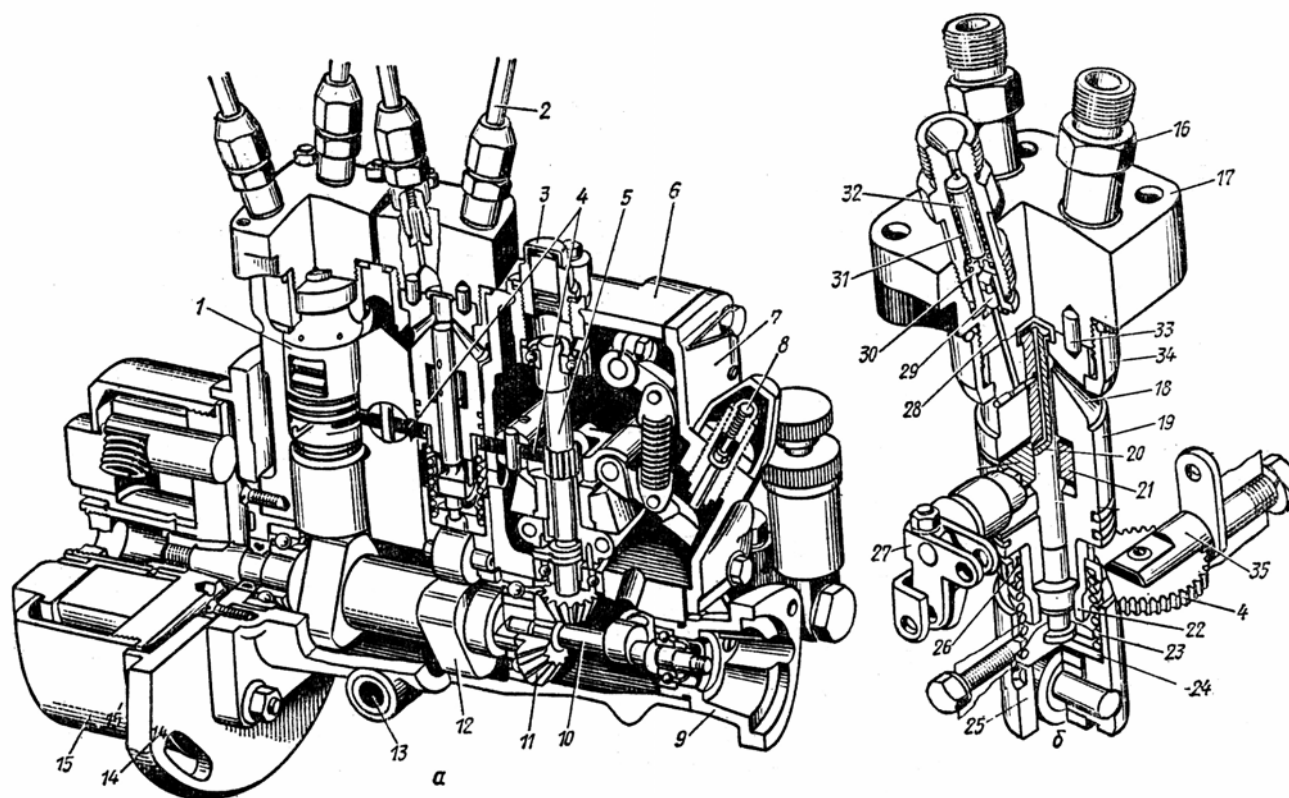

Рис. 4.12. Насос НД-22/6:
8. С помощью плаката изучите устройство и работу топливного насоса. На двигателе установлен насос НД-22-6 распределительного типа. Насос имеет две секции, каждая из которых обеспечивает работу трех цилиндров. В состав секции входит плунжерная пара - плунжер 20 (рис. 4.12) и гильза 19. На плунжер надевается регулировочная муфта-дозатор 21. На гильзе 19 в верхней ее части имеются два впускных 18 и три выпускных отверстия, совмещенных с нагнетательными каналами 28. На гильзу сверху устанавливают головку 17, которую центрируют штифтом 33 и притягивают стяжной гайкой 34. В головке сделаны три сверления к гнездам, в которые вворачивают нажимные штуцера 16 с нагнетательными клапанами 30. К штуцерам крепятся топливопроводы.
1 - 37 обозначения указаны на рис. 4.12; 3 - ведомая шестерня привода регулятора; 19 - демпферная пружина; 40 - крестовина; 41 - ступица грузов; 42 - груз; 43 - муфта; 44 - ось рычагов; 45 - основной рычаг; 46 - рычаг корректора; 47 - шток корректора; 48 - серьга; 49 - главная пружина; 50 - рычаг управления регулятором; 51 - винт регулировки номинальной частоты вращения; 52 - винт минимальной частоты вращения; 53 - упор; 54 - шестерня привода вращения плунжера; 55 - тяга; 56 - рычаг привода дозатора; 57 - пружина обогатителя